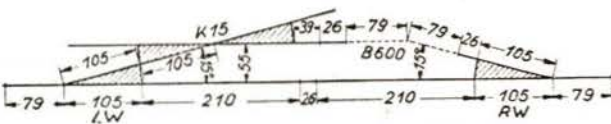

Bild 4 Ausweichgleis mit einer Kreuzung; Maßstab 1:10. Wie Bild 2, aber statt B 600 + 2 Stück G 1/8 werden verwendet: 1 Stück K 15 oder DKW
- Ausweichgleis mit einer Kreuzung oder Kreuzungsweiche bei normalem Gleisabstand (Bild 4)